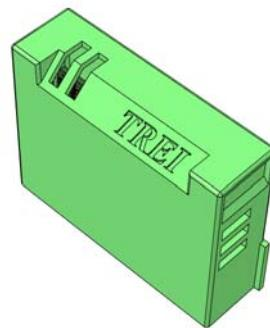

Рисунок 2 - Изолятор сигналов Iso-V
- гальваническая изоляция между каналами, между внешними цепями и модулем вывода осуществляется с помощью изолатора сигналов (Iso-V) см. рисунок 2;